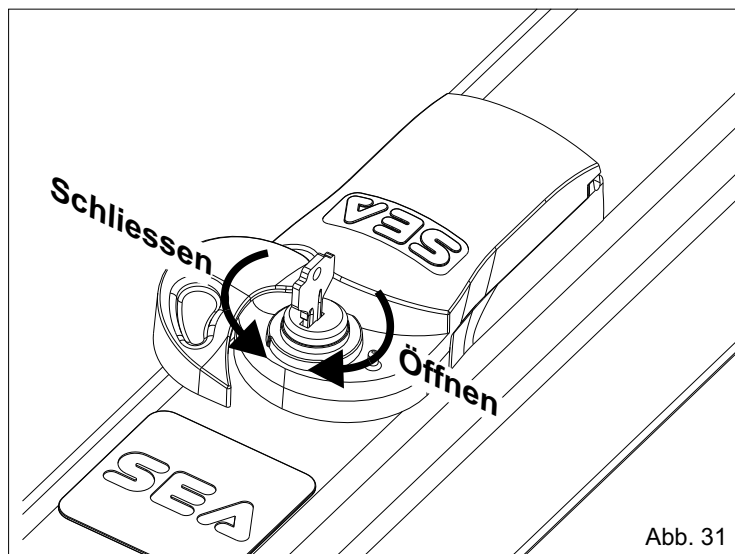
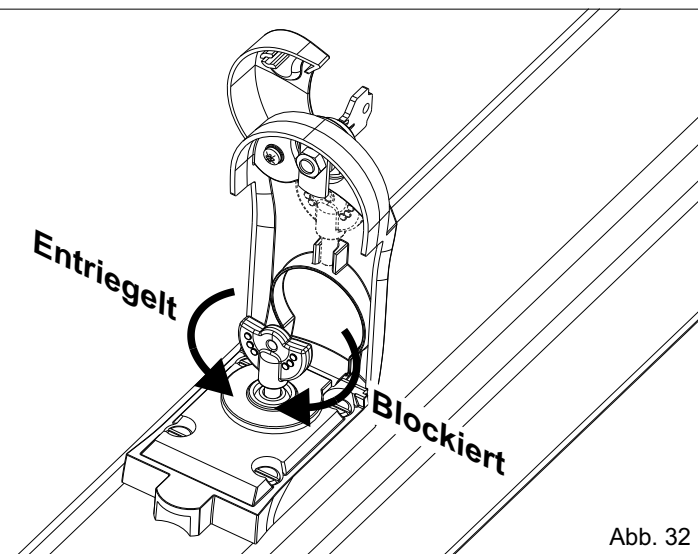

Abb. 31
Abb. 32
**Entriegeln:** Schlossabdeckung öffnen, Schlüssel einführen, ca. 90° im Uhrzeigersinn drehen, (Abb. 31) und Klappe öffnen. Roten Schlüssel unter der Klappe entnehmen, einführen und um 90° gegen den Uhrzeigersinn drehen (Abb.32)
Roten Schlüssel im Uhrzeigersinn bis zur Verriegelung drehen (Abb. 32) Schlüssel entnehmen und unter der Klappe verstauen, Klappe wieder schliessen.